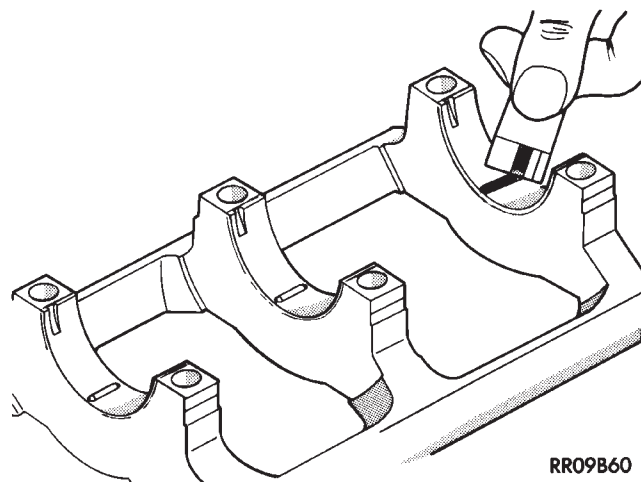

Abb. 19 Messen des Spiels
(5) Lagerdeckel vorsichtig abbauen und die breiteste Stelle des gequetschten Plastigage-Streifens mit der Skale auf der Plastigage-Packung vergleichen (Abb. 19). Korrektes Spiel siehe technische Daten (Abb. 17). Siehe auch Messen des Hauptlager- und Pleuellagerspiels im Abschnitt Instandsetzung.